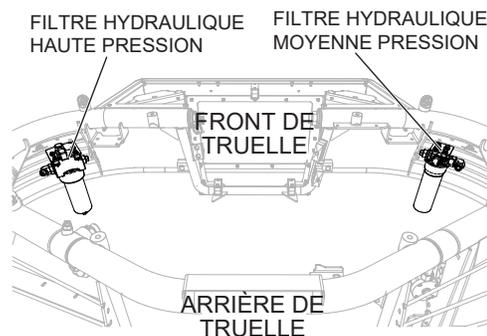

Figure 43. Filtres à huile hydraulique
1. Remplacez les filtres hydrauliques moyen et haut et l'huile (Figure 43) après les 100 premières heures d'utilisation, puis toutes les 250 heures. Utilisez des filtres absolus synthétiques de 10 microns.